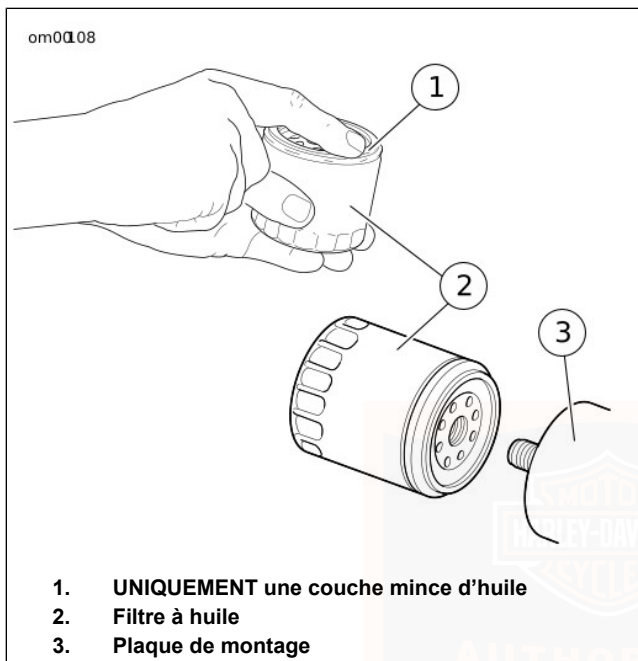

Figure 35. Application d'une couche mince d'huile
2. Voir Figure 35. Nettoyer la surface de contact du joint de filtre du support de filtre à huile avec un chiffon propre. La surface doit être lisse, sans impuretés et sans morceaux de joint.
3. Appliquer une fine couche d'huile sur la surface de contact du joint sur le carter moteur (3), le joint et le **nouveau** filtre à huile.